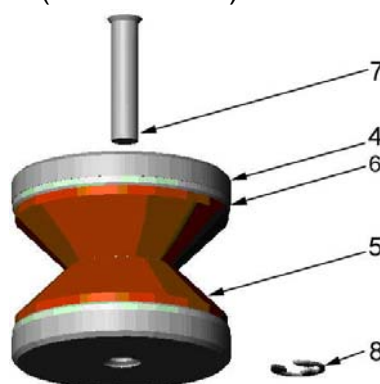

Figure 7
2.6 Positionnez les unités explosives avec les douilles orientées vers l'intérieur le long d'un seul axe, puis insérez la cartouche de la charge relais (élément n° 8) dans le trou du support jusqu'à ce que l'extrémité évasée soit correctement positionnée dans le trou (voir Figure 7).